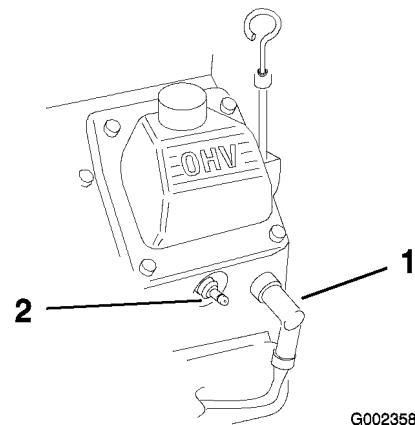

Figura 38
- Desconecte los cables de las bujías (Figura 38).